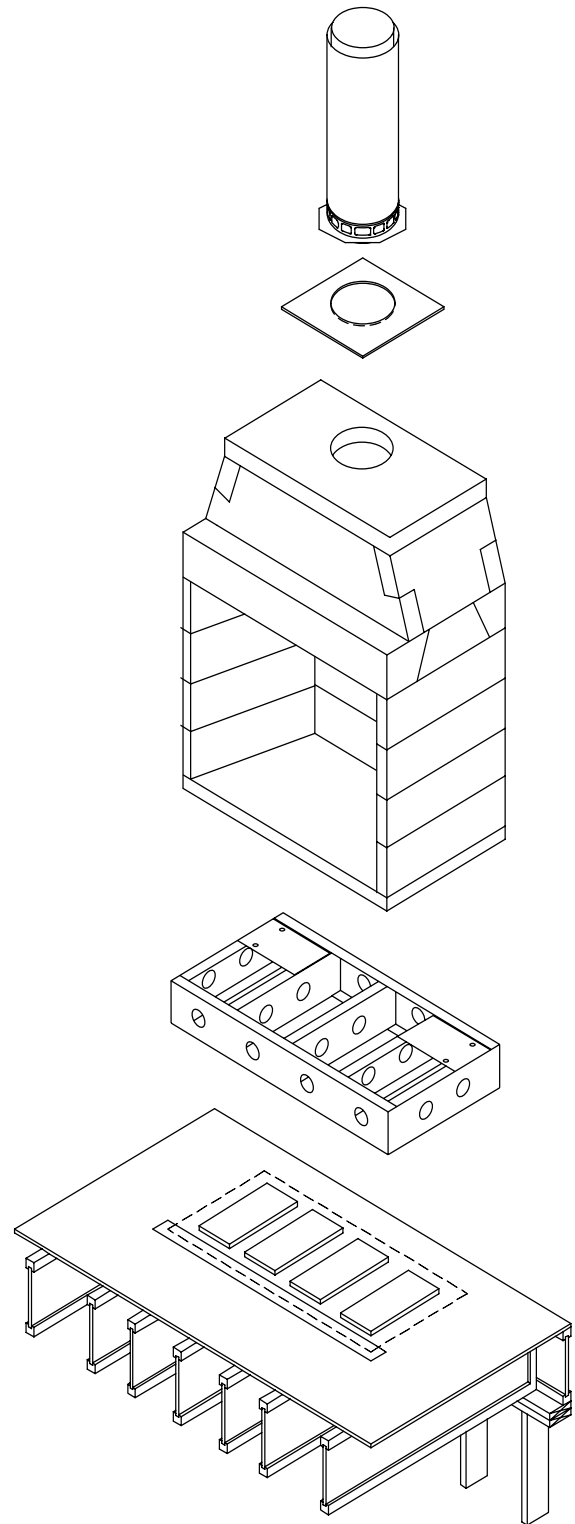

FIGURE 123
**Chart Dimension Description:** (Figure 123)